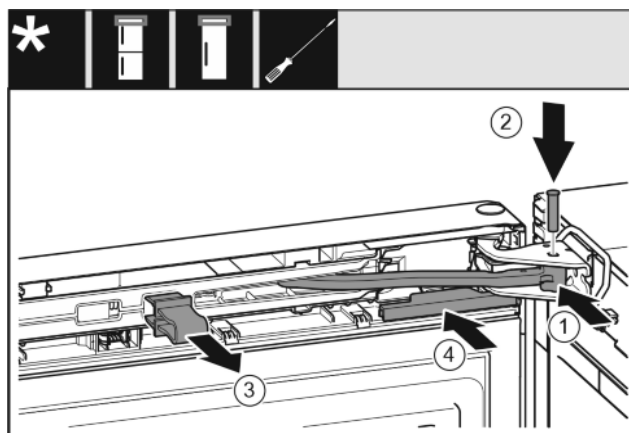

Fig. 39
- ▶ Gelenk in Lagerbock drehen. *Fig. 39 (1)*
- ▶ Bolzen in Lagerbock und Gelenk einsetzen. Dabei darauf achten, dass der Rastnocken korrekt in der Nut sitzt. *Fig. 39 (2)*
- ▶ Sicherung abnehmen. *Fig. 39 (3)*
- ▶ Abdeckung aufschieben. *Fig. 39 (4)*